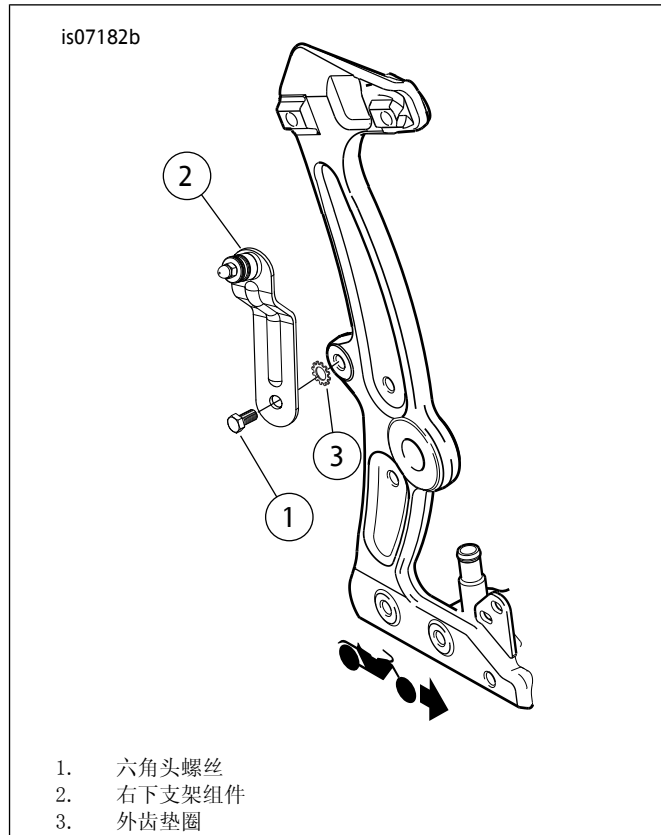

图6。右下支架组件
4. FLS车型: 参见图6。使用六角头螺丝和锁紧垫圈将右下支架安装至车架。拧紧螺丝至16.3-24.4 N·m (12-18 ft-lbs)。